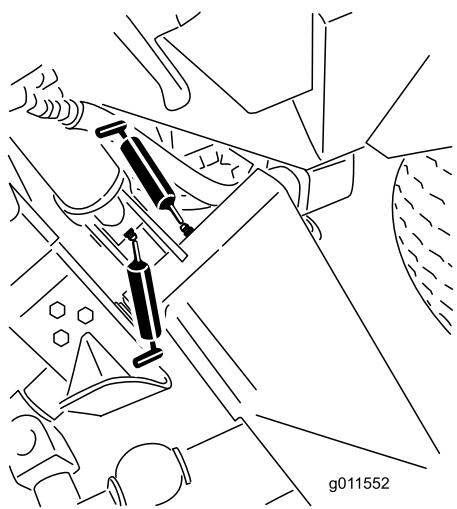
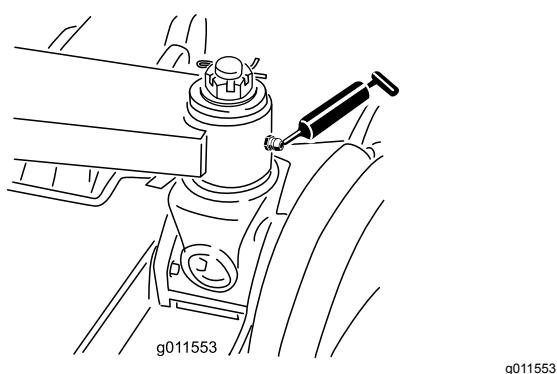

Figura 69
Figura 70
- 6 boccole del braccio di sollevamento principale (Figura 69 e Figura 70)